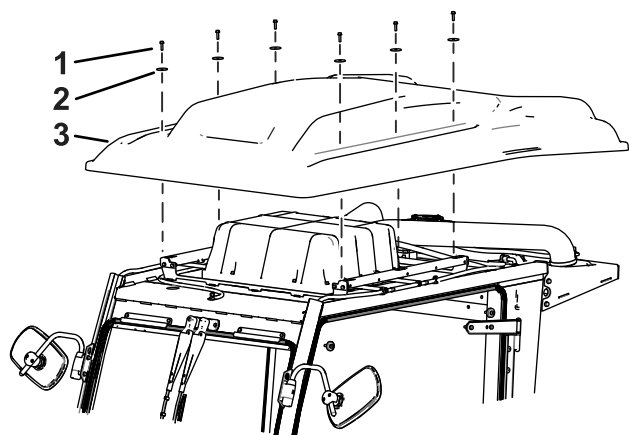

Figura 1
1. Retire el techo de la cabina, tal y como se muestra en la Figura 1.